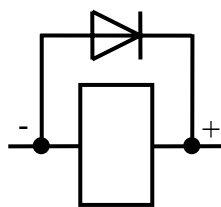

Рис.5.
**Внимание! Если в качестве исполнительного устройства используется катушка электрозамка, то параллельно ей надо включить гасящий диод, как показано на рис.5.**